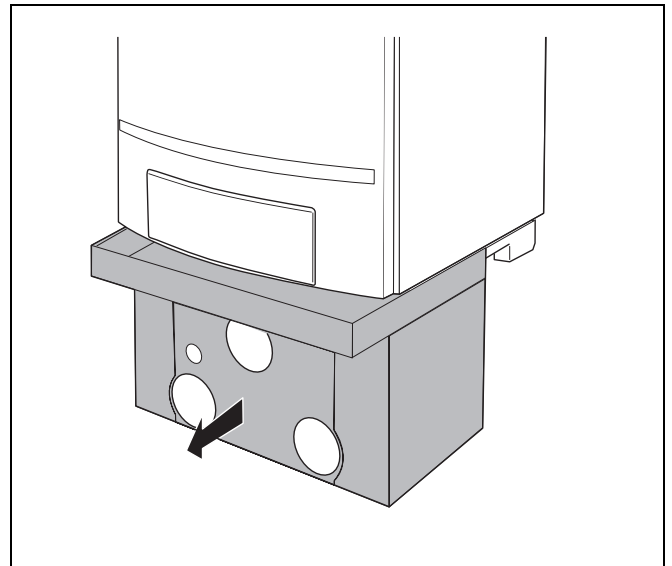

Рис. 8 Снятие нижнего кожуха
- Снять нижний кожух группы подключения (рис. 8).